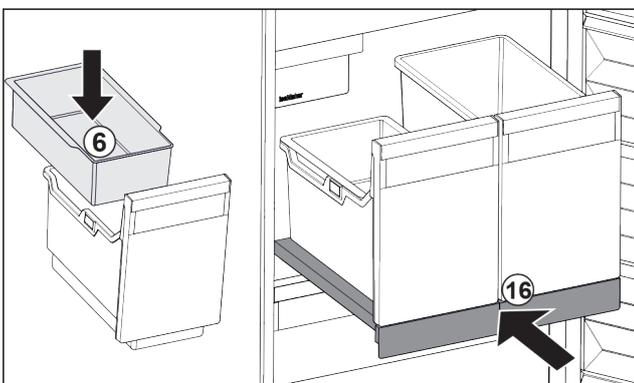

Fig. 48
- ▶ Einhängeschale Fig. 48 (6) für Eiswürfel einsetzen.
- ▶ Auszugsbord mit Behälter (IceTower) einschieben. Fig. 48 (16)